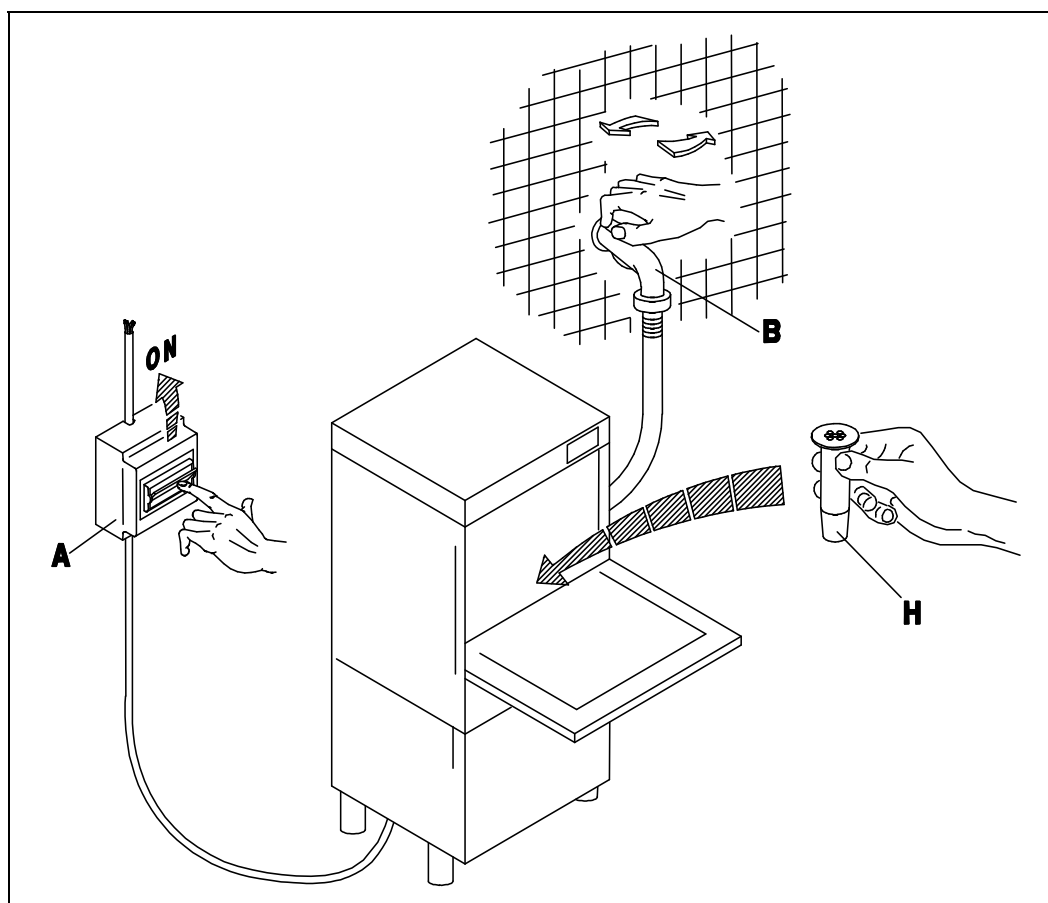

Bild. 3-1
(Bild. 3-1 - 3-2)
- Falls die Maschine nicht mit einem Dosiergerät für flüssige Reiniger ausgestattet ist, muss nach erfolgter Füllung die Tür (I) geöffnet und das Spülmittel eingefüllt werden (ca. 2g/l Fassungsvermögen des Spülbehälters) Den gefüllten Geschirrkorb (L) einsetzen und die Tür (I) schließen. Das Programm durch Drücken des Druckknopfes (4) wählen (kurzer Spülgang (II) Taste gedrückt ÷ langer Spülgang (I) Taste losgelassen). Nach Drücken des START-Druckknopfs (3) mindestens 2 Sekunden lang drücken, beginnt das Spülprogramm, die Kontrollampe (C) leuchtet auf und am Programmende erlischt die Kontrollampe. Um das Gerät auszuschalten, muß der Schalter (1) auf die Position (0) gestellt werden, die Kontrollampe (A) erlischt (Bild.3-1÷3-3).
**Hinweis:** Es wird empfohlen, den Arbeitszyklus erst zu starten, wenn die Kontrolleuchten der Heizelemente Boiler (D) und Bottich (E) erlöschen, wie in Punkt 3.1 Inbetriebnahme angezeigt.